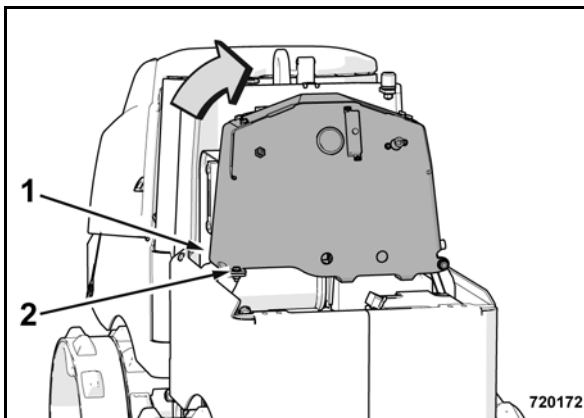

Рис. 111
- Вывинтить на центральной электрораспределительной коробке два крепежных винта (1) и (2) (Рис. 111) и откинуть центральную электрораспределительную коробку вправо.